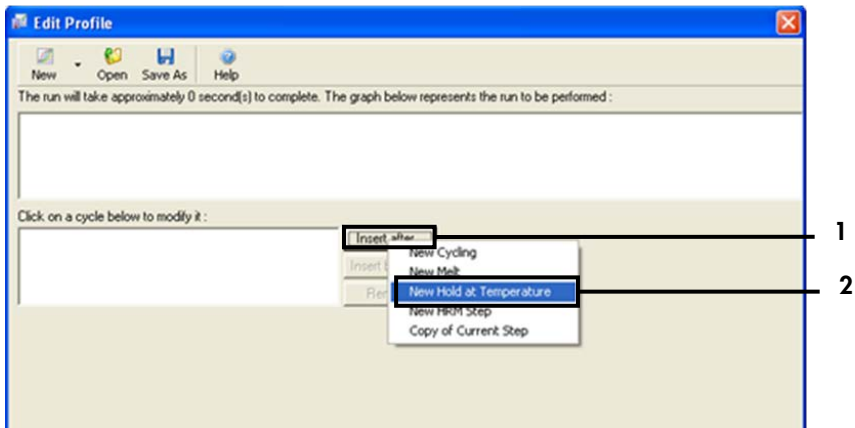

Abbildung 23. Einfügen eines ersten Inkubationsschritts. 1 = „Insert after“ (Einfügen nach), 2 = „New Hold at Temperature“ (Neue Temperatur halten).
6. Klicken Sie auf „Insert after“ (Einfügen nach) und wählen Sie die Option „New Hold at Temperature“ (Neue Temperatur halten) (Abbildung 23).